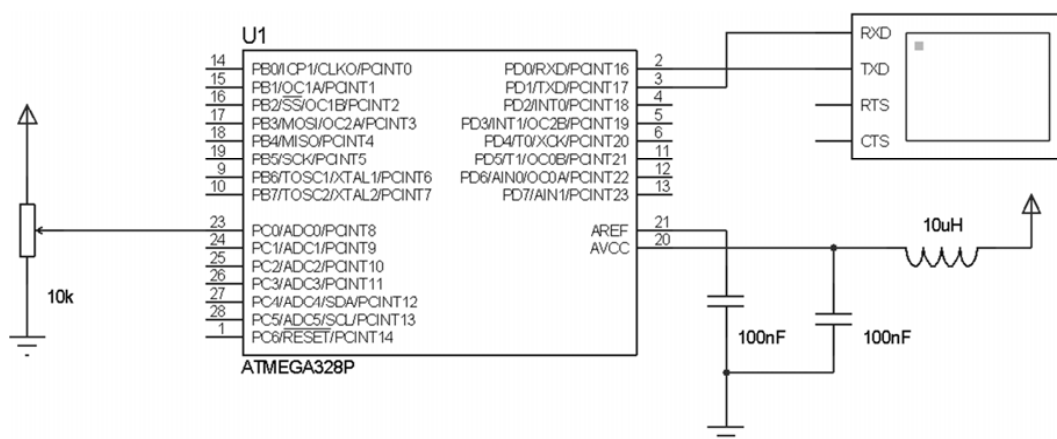

Fig. 19.10 – Lendo a tensão proveniente de um potenciômetro.
19.6 – Elaborar um programa para ler a tensão proveniente de um potenciômetro com o ADC do ATmega328 (ver a fig. 19.10). Apresente o valor binário no computador (ver o capítulo 15). Depois aumente a resolução do ADC para 11 bits e 12 bits, respectivamente. Verifique os resultados.